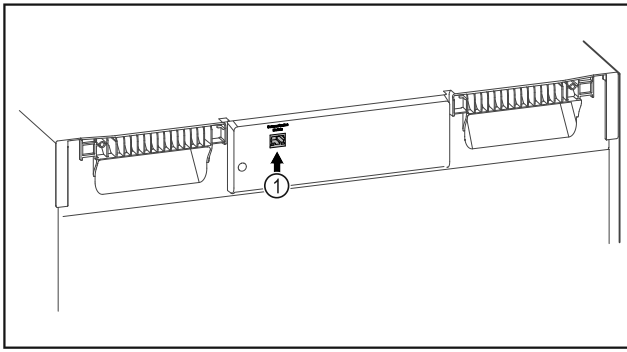

Fig. 154
- SmartModule Fig. 154 (1) är insatt.